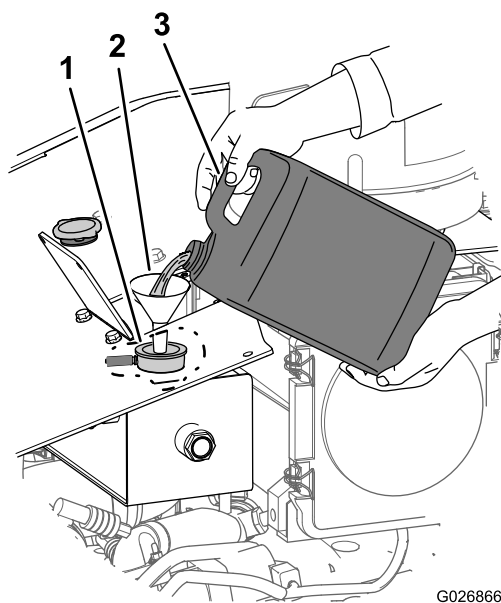

Figura 105
2. Encha o sistema de arrefecimento com a mistura de arrefecimento especificada (Figura 105) até que o nível de fluido esteja até ao ponto intermediário no visor de nível (Figura 98).